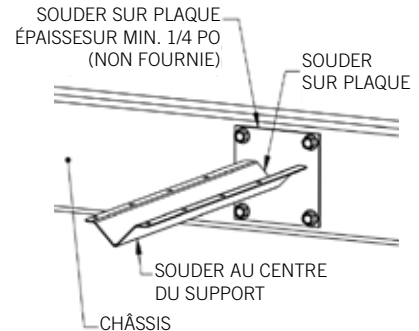

FIGURE 8
- E. Si possible, placer les supports de montage bas sur l'aile de façon à ce qu'ils ne soient pas à plus de 15 po du bas. (Voir la Figure 8)